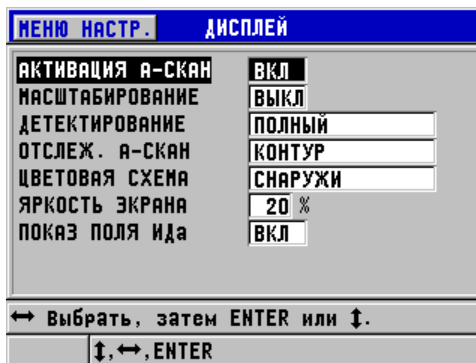

Рис. 4-4 Экран ДИСПЛЕЙ
2. В окне **ДИСПЛЕЙ** (см. Рис. 4-4 на стр. 49) выберите необходимый параметр и задайте нужное значение:
2. В окне ДИСПЛЕЙ (см. Рис. 4-4 на стр. 49) установите ЦВЕТОВАЯ СХЕМА на ВНУТРИ или СНАРУЖИ.
2. В окне **ДИСПЛЕЙ** (см. Рис. 4-4 на стр. 49) установите **ЯРКОСТЬ ЭКРАНА** на желаемый уровень.